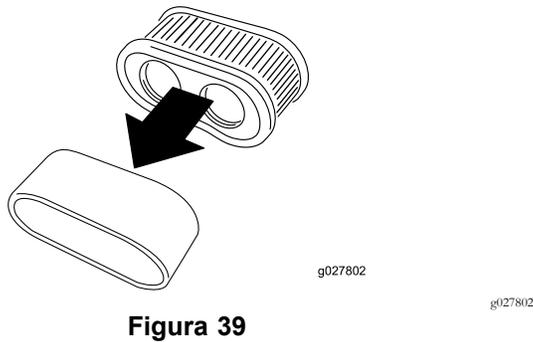

Figura 39
5. Retire o elemento de esponja do elemento de papel (Figura 39).